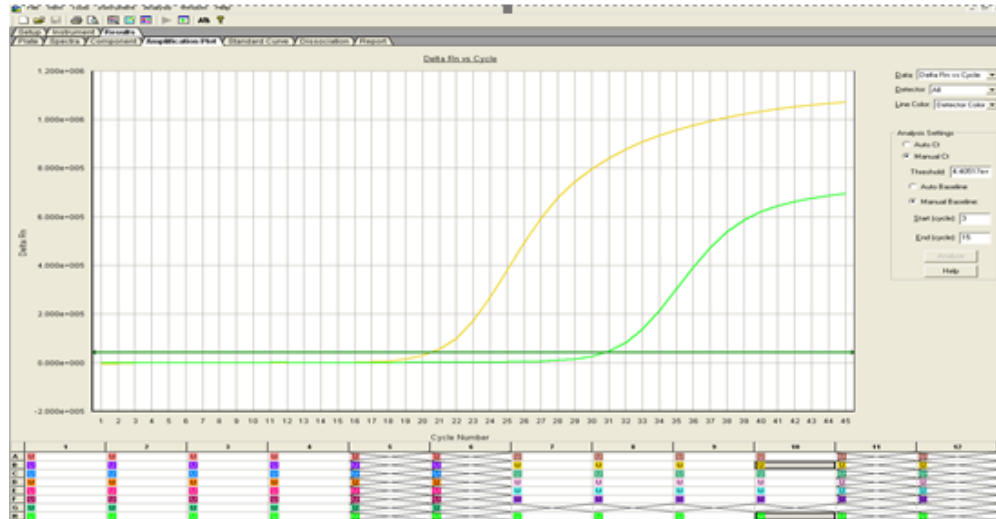

Figura 19.- Muestra positiva para Coronavirus 229E.
- g) Coronavirus 229E (HCoV 229E): Se reportará un resultado positivo al observar una sigmoide en los detectores con **Curva de amplificación “Amarillo Ocre”**: Fluorocromo para la detección de Coronavirus 229E. **Curva de amplificación “Verde Fluorescente”**: Fluorocromo para la detección de RP. (Figura 19).